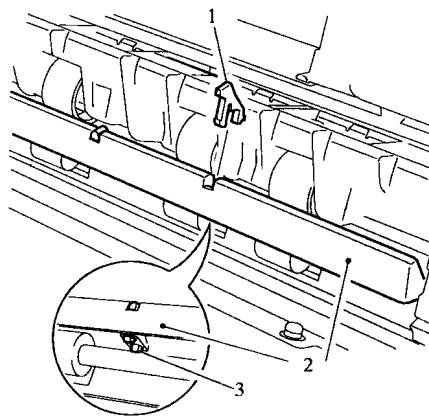

图 2-6 更换入口导板
(6) 更换入口导板。参照图 2-6 更换入口导板(在 5 处按压导板固定爪 1 的下部 3, 从导板座 2 上取下 5 个固定爪 1, 然后取出入口导板)。